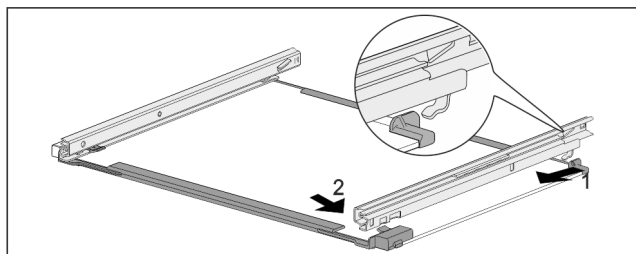

Fig. 181 Стеклянная пластина с направляющими
- ▶ Зацепите направляющую сзади. Fig. 181 (1)
- ▶ Защелкните направляющую спереди. Fig. 181 (2)